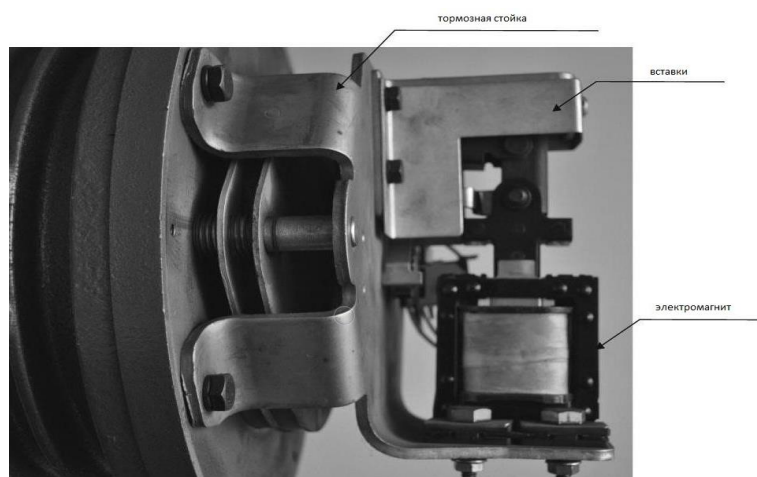

Рис. 5 – Разбор тормоза
Однако в этом случае обрываются цепи подъема и опускания, и таль не может работать в обоих направлениях. Когда концевой выключатель переводится на противофазу, это необходимо исправить, как показано на рис. 5, после того, как таль будет доставлена на испытательную площадку. (Работайте без нагрузки).
3) Откройте тормозную крышку электродвигателя тали. Опустите модуль подъема, пока он не коснется стопорного рычага, нажав на подвижный сердечник тормозного соленооида с помощью отвертки, как показано на рис. 5 и поворачивая тормозной диск вручную.
Как показано на рис. 5, отсутствие зазора между тормозным колесом и неровной частью направляющего штифта указывает на необходимость замены тормозного колеса. Рекомендуется более ранняя замена, чем замена на более позднем этапе. См. Пояснения по замене ниже.